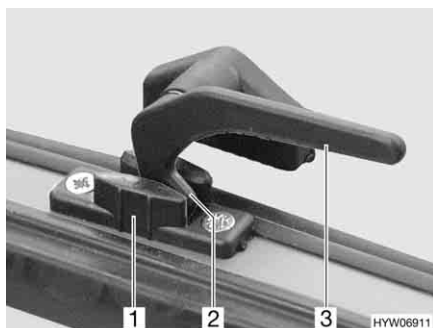

Bild 66 Låsarm i läget "kontinuerlig vädning"
- I läget "kontinuerlig vädning" (Bild 66)
- Vrid alla låsarmar (Bild 66,3) ett kvarts varv mot luckans mitt.
- Vrid tillbaka alla låsarmar. Låsspaken (Bild 66,2) måste föras in i spåret på lucklåset (Bild 66,1).